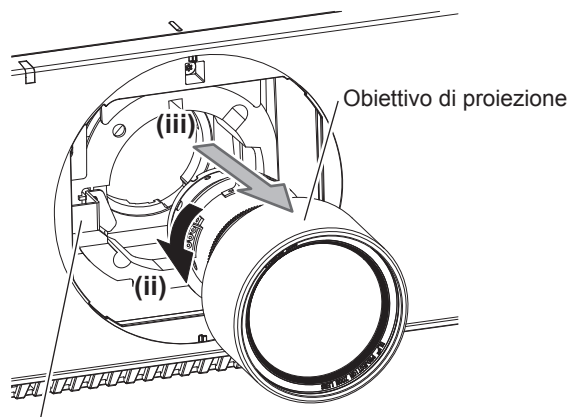

Fig. 2
- 2) Mantenendo premuto il pulsante di sblocco obiettivo, ruotare l'obiettivo di proiezione in senso antiorario fino a rimuoverlo. (Fig. 2)
- 2) **Ruotare l'obiettivo di proiezione in senso orario fino a percepire un rumore di scatto. (Fig. 2)**